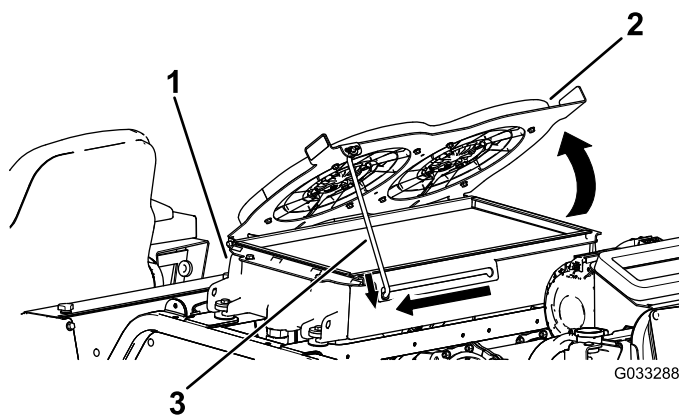

図 109
2. 油圧オイルクーラを上倒して支え棒で支える (図 109)。